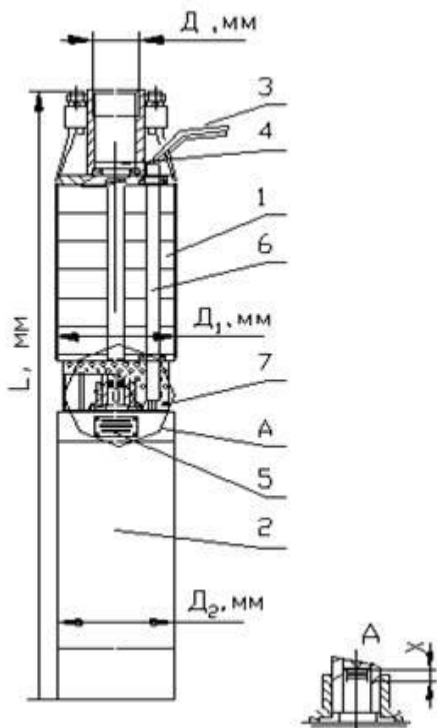

Рис.1
Агрегат ЭЦВ состоит из (см. рис.1): насосной части поз. 1; электродвигателя поз. 2; проводов токоподводящих поз. 3; клапана поз. 4; таблички поз. 5; кожуха защитного поз. 6; сетки защитной поз. 7.
6.3.2 Водоподъемную трубу с муфтой ввернуть в патрубок агрегата до отказа (см. рис.1). По просьбе заказчика за отдельную плату могут поставляться переходные втулки (резьбовые), а также переходники с резьбы на фланец.